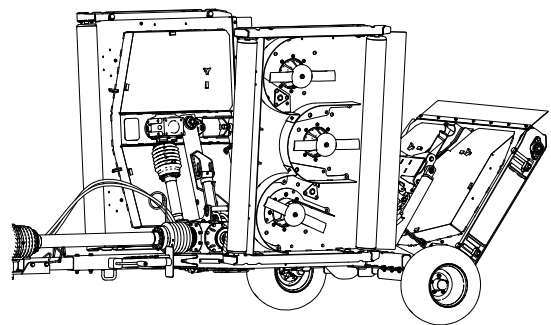

Figura 63
2. Levante e tranque as plataformas do cortador, desligue o motor e retire a chave (Figura 63).